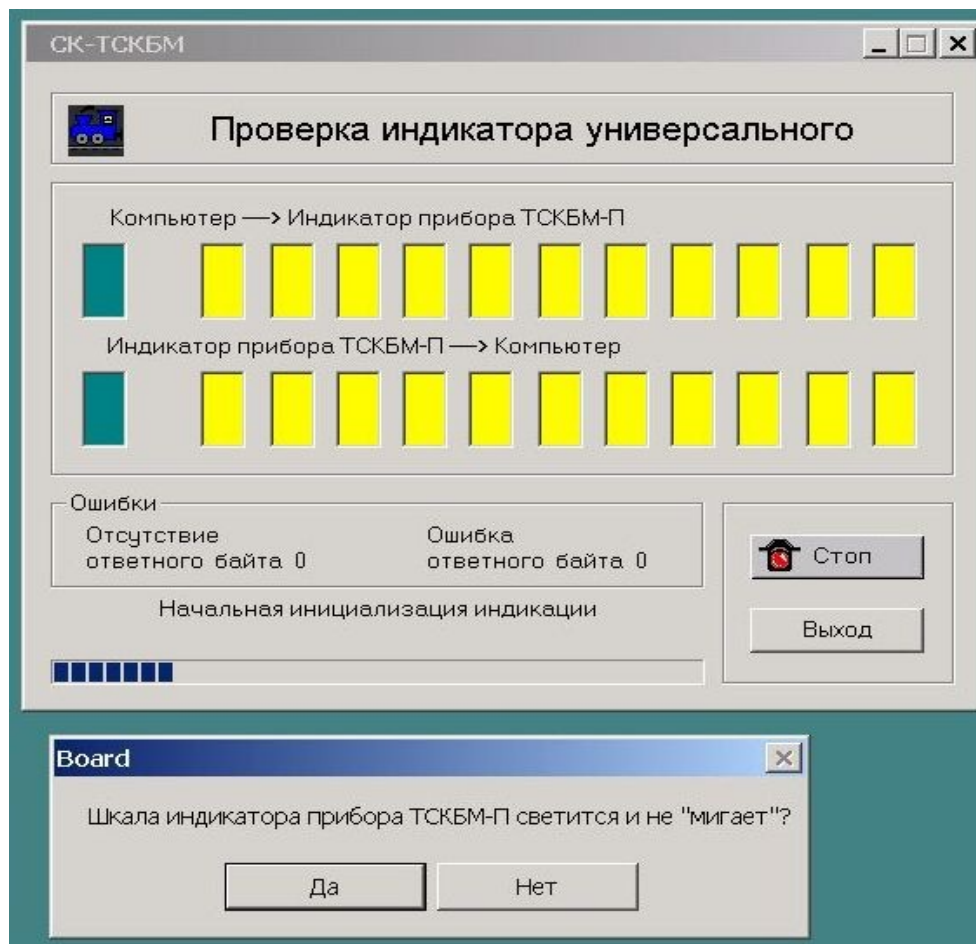

Рисунок 2.16 – Тест **Начальная инициализация индикации**
- 5) Запустите программу **Проверка индикатора универсального** путем нажатия кнопки **Старт**. Должен запуститься тест **Начальная инициализация индикации**, проверяющий режим постоянного свечения – см. рисунок 2.16.